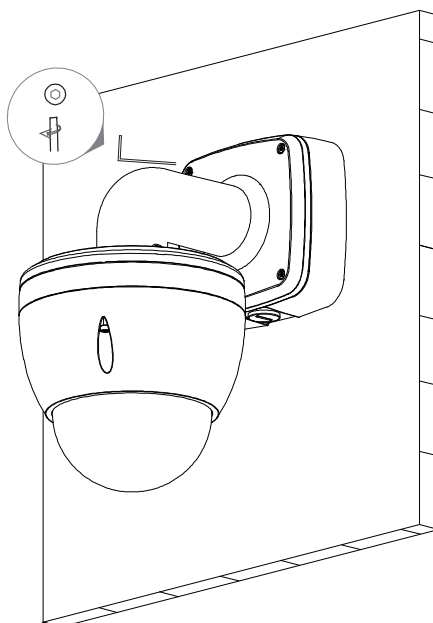

Рисунок 4.6 – Монтаж
13. С помощью ключа S3.0 «Шестигранник» из комплекта поставки кронштейна BOLID BR-107 затяните винты для фиксации (Рисунок 4.6).